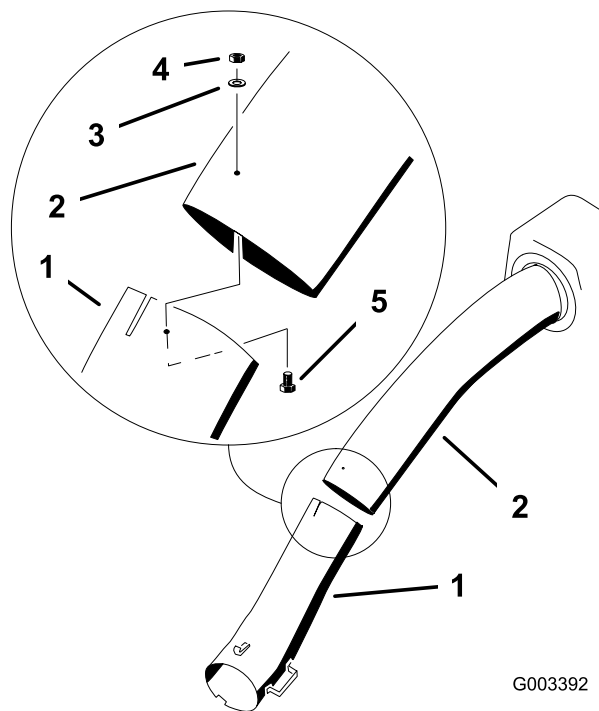

Figure 26
14. Réunissez les tubes supérieur et inférieur avec 3 boulons (10 x 3/4 po), 3 rondelles plates (7/32 po) et 3 contre-écrous (n° 10) (Figure 26).